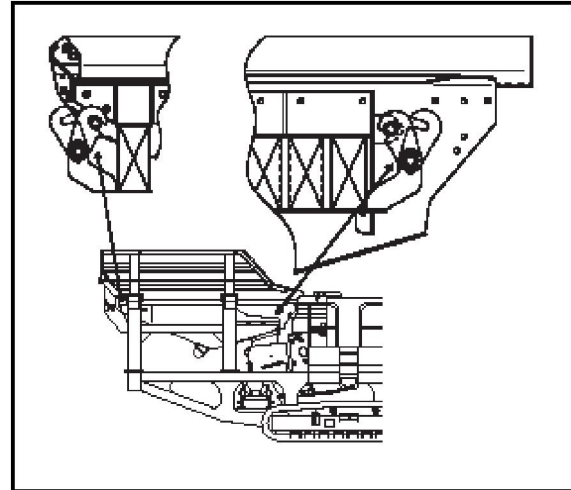
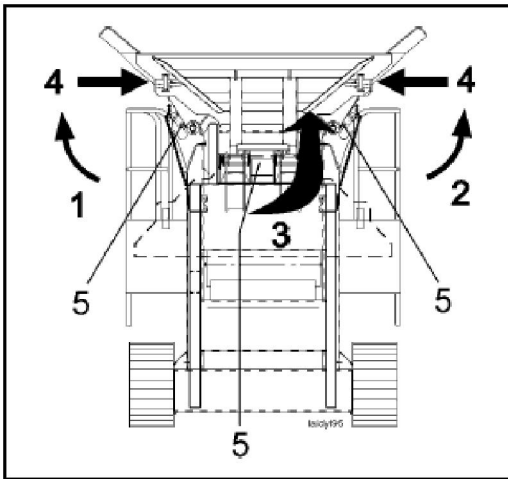

Рисунок 7.15: Снимите транспортные фиксаторы питателя
Рисунок 7.16: Поднимите вверх заднюю стенку бункера питателя
2. Разверните боковые стенки бункера питателя и зафиксируйте их в этом положении с помощью клиньев (смотри рисунок 7.16).
- Поднимите заднюю стенку (3) бункера питателя до отказа вверх и зафиксируйте ее в этом положении с помощью клиньев (4). Верхние клинья легче устанавливать на место со стороны питателя.
- Снимите транспортные фиксаторы питателя (смотри рисунок 7.15).